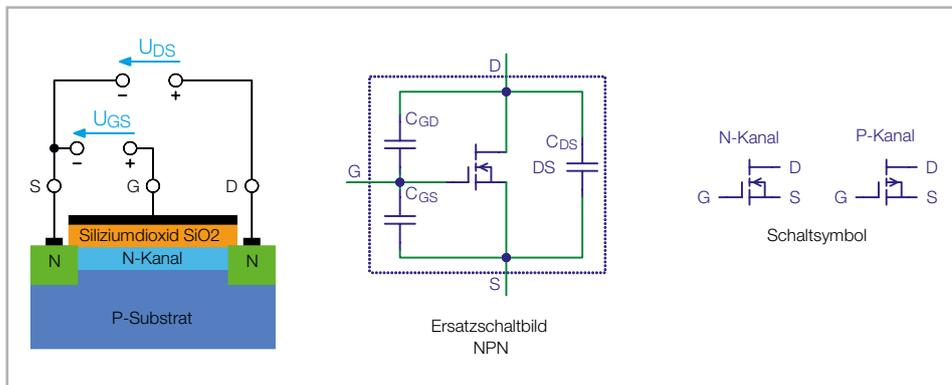

Bild 4: Aufbau der Halbleiterschichten und Schaltsymbole eines MOSFET-Transistors
Ein MOSFET-Transistor (Metal-Oxide-Semiconductor Field-Effect Transistor) beruht auf dem Prinzip des Feldeffekts, d. h. der Steuerung des Stromflusses durch ein elektrisches Feld. Bild 4 zeigt den Aufbau der Halbleiterschichten eines MOSFET-Transistors. Wir behandeln hier nur den Anreicherungstyp, d. h. den selbstsperrenden Typ (engl. Enhancement-Type), erkennbar an der gestrichelten Linie zwischen Drain (D) und Source (S). Es gibt auch den Verarmungstyp (engl. Depletion-Type), der in der Praxis jedoch selten anzutreffen ist.
Zwischen den Anschlüssen Drain und Source befindet sich ein sogenannter „Kanal“ wie in Bild 4 dargestellt. Drain und Source sind vergleichbar mit Kollektor und Emitter eines Bipolartransistors. Das Gate liegt isoliert über dem Kanal. Die Spannung am Gate erzeugt ein elektrisches Feld, das den Stromfluss zwischen Drain und Source steuert.
Das Ersatzschaltbild in Bild 4 zeigt, dass das Gate im Prinzip einen Kondensator zwischen Source und Drain darstellt. Es fließt kein Strom in das Gate, sodass die Ansteuerung nahezu leistungslos ist. Lediglich zum Laden und Entladen des Gate-Kondensators wird etwas Energie benötigt. Die Ausgangskennlinie in Bild 6 zeigt das Verhältnis der Drain-Source-Spannung U_{DS} zum Drain-Strom I_D bei unterschiedlichen Gate-Spannungen U_{GS} . Ab einer gewissen Spannung U_{DS} steigt der Drain-Strom nicht weiter an und der Transistor befindet sich in der Sättigung (dargestellt als Sättigungsbereich). Umgekehrt gibt es auch einen Bereich, in dem der Transistor im Linearbetrieb (Spannungsverstärker) arbeitet. MOSFETs gibt es als N-Kanal und P-Kanal, wobei die